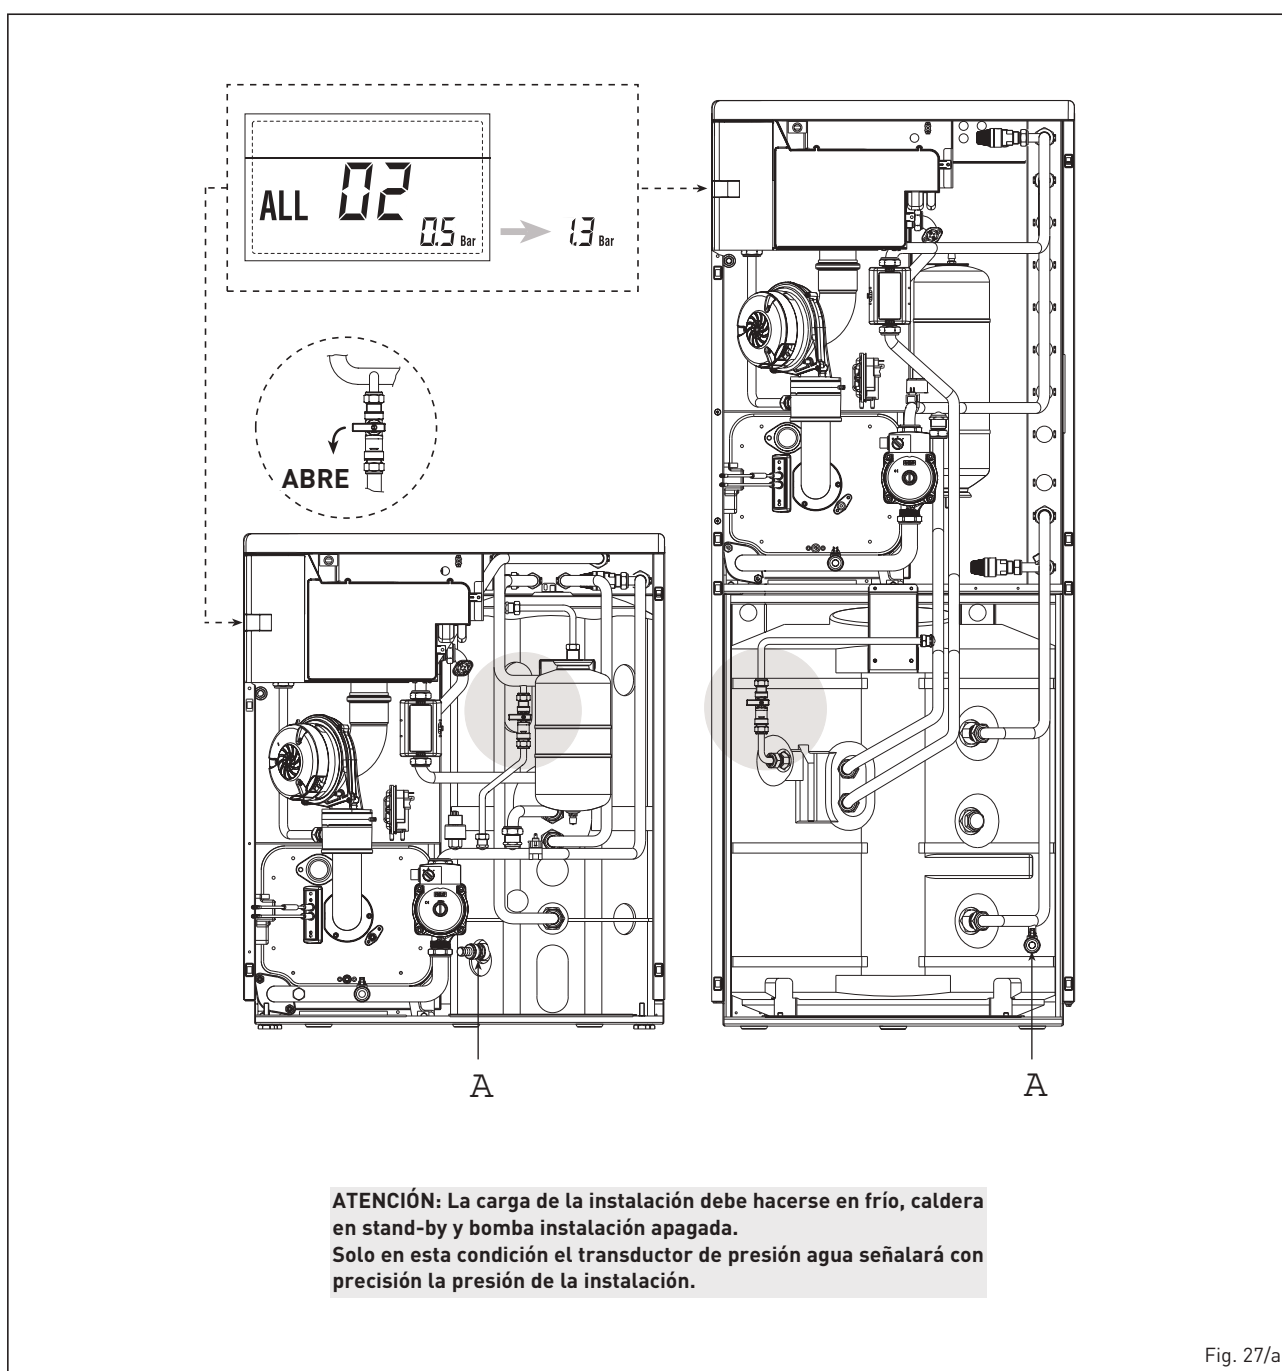

Fig. 27/a
- **ALL 02 (fig. 27/a)**
- **ALL 06 (fig. 27/c)**
- **ALL 07 (fig. 27/d)**